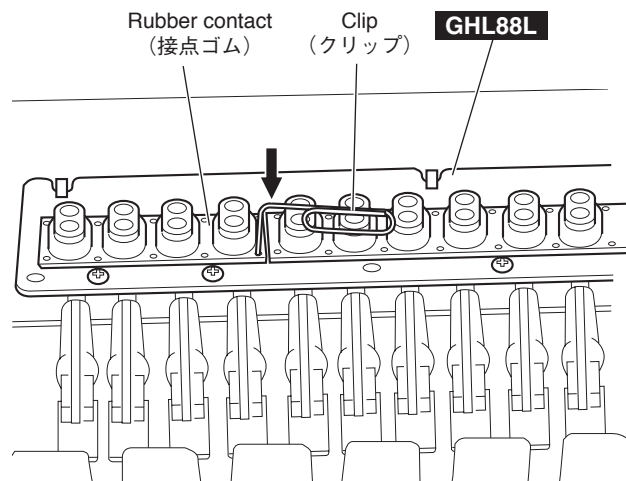

Fig. 21 (図 21)
**To prevent looseness of the rubber contact, fit it securely in place using a clip or similar object. (Fig. 21)**
接点ゴムの浮きがないように、クリップ等で接点ゴムを基板にはめ込みます。(図21)